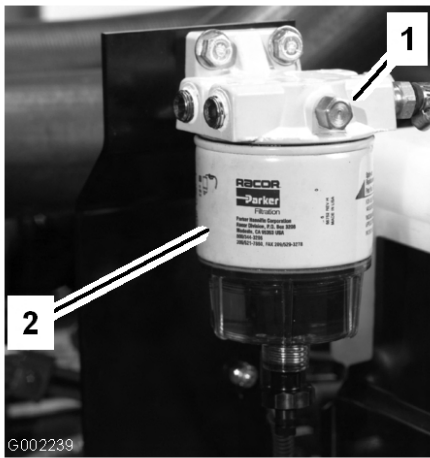

Figura 42
3. Abra o tampão de ventilação do separador de água/combustível (Figura 42).